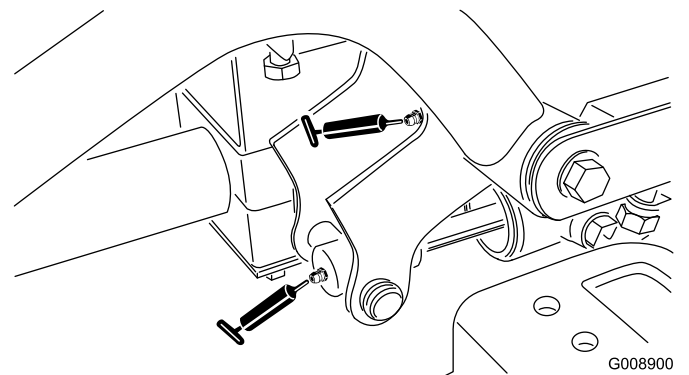

図 53
- ・ 右前昇降アームのピボット昇降シリンダ (2ヶ所) (図 53)